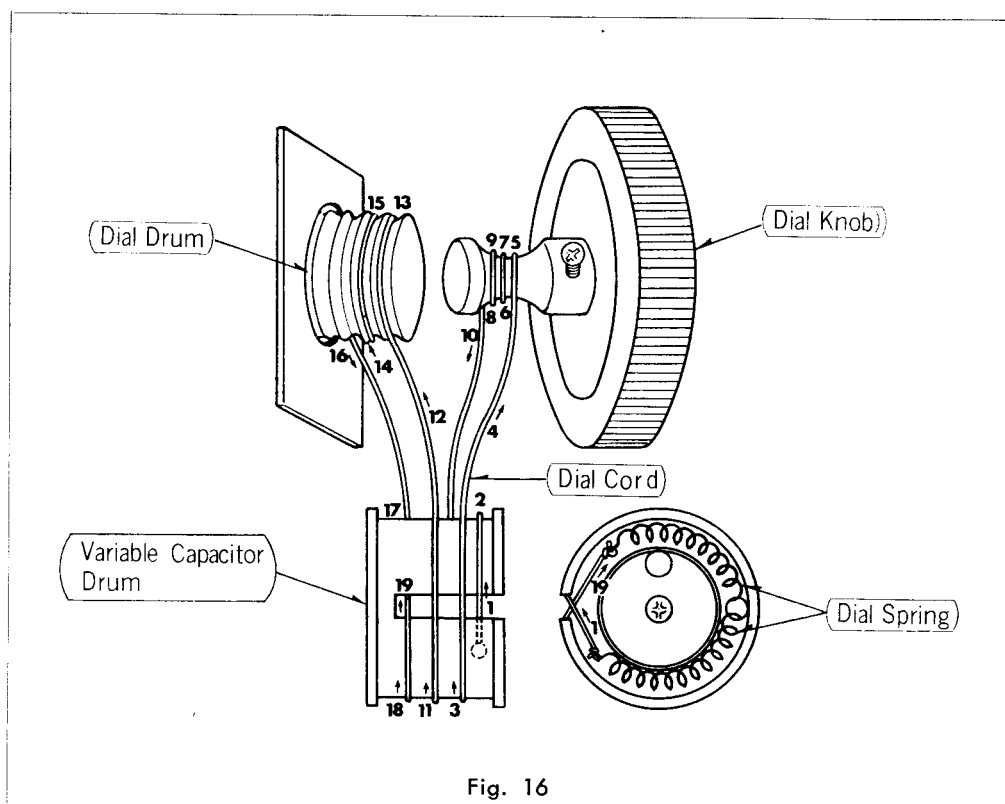

Fig. 16
2. Thread the dial cord, as shown in fig. 16.
2. Enhebrar el cable del cuadrante, como se muestra en la fig. 16.
2. Mettre en place le câble du cadran comme indiqué à fig. 16.
2. Legen Sie das Skalakabel so ein, wie es in Abb. 16 gezeigt wird.